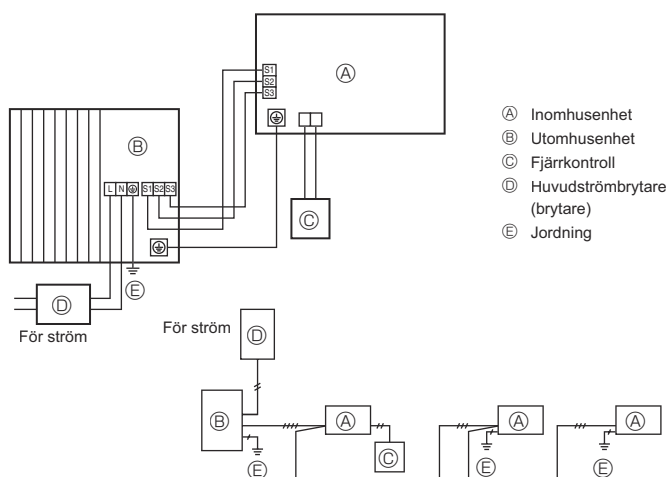
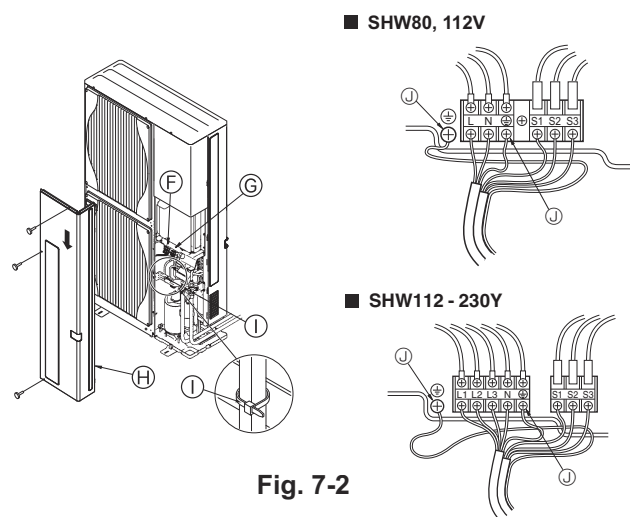

Fig. 7-1
Fig. 7-2
7.1. Utomhusenhet (Fig. 7-1, Fig. 7-2)
- Hänvisa till fig. 7-1 och fig. 7-2 när kablar dras.